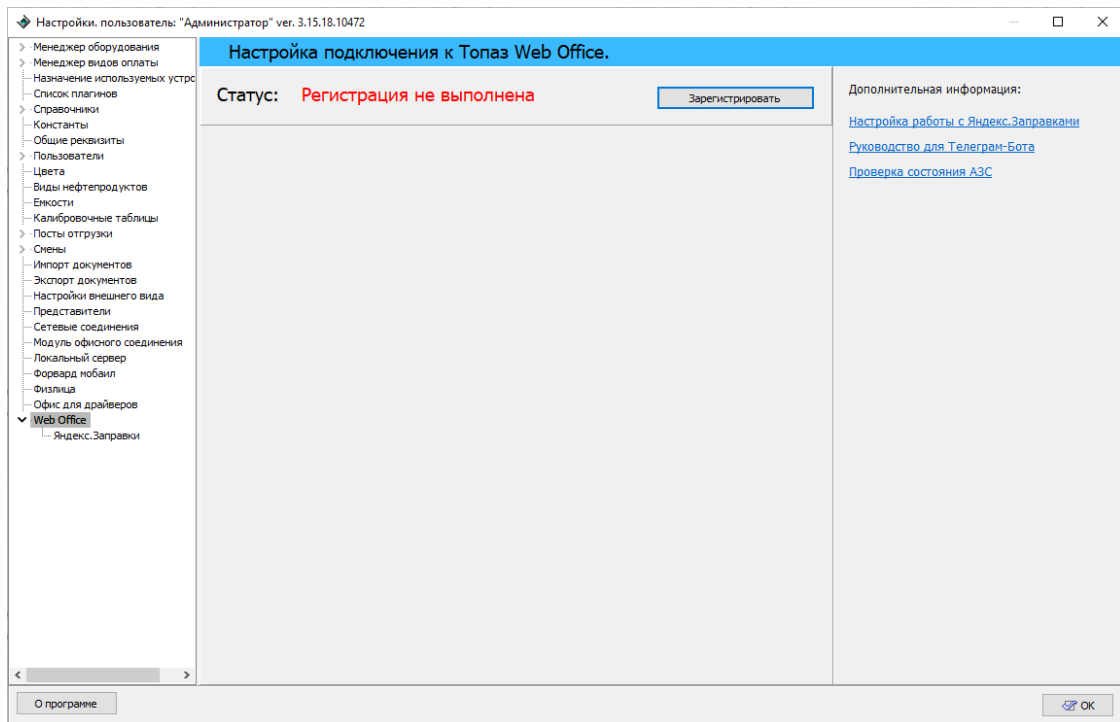

Рисунок 126.
1. Зайдите в меню "WebOffice" (рисунок 126). Нажмите кнопку "Зарегистрировать".